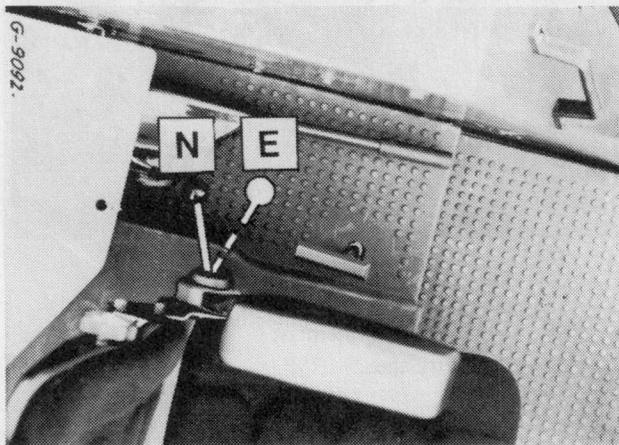
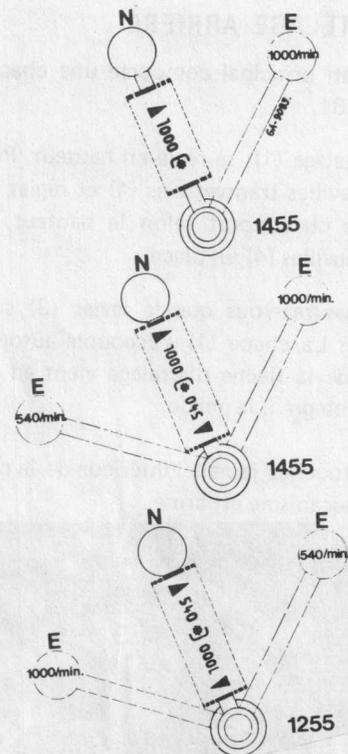

Figure 29
Figure 30 - Levier d'enclenchement de prise de force.
Avant de raccorder ou de débrancher l'arbre de transmission sur la prise de force assurez-vous que le levier de commande de prise de force soit au point mort (N) Fig. 29 et 30.
Pour utiliser la prise de force, débrayez l'embrayage à main, fig. 29. Levez le levier de crabotage de prise de force pour débrayer et passer sur la position désirée (fig. 30).